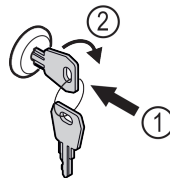

Fig. 172 Voorbeeld
- ▶ Sleutel erin duwen Fig. 172 (1).
- ▶ Sleutel 90° rechtsom draaien Fig. 172 (2).